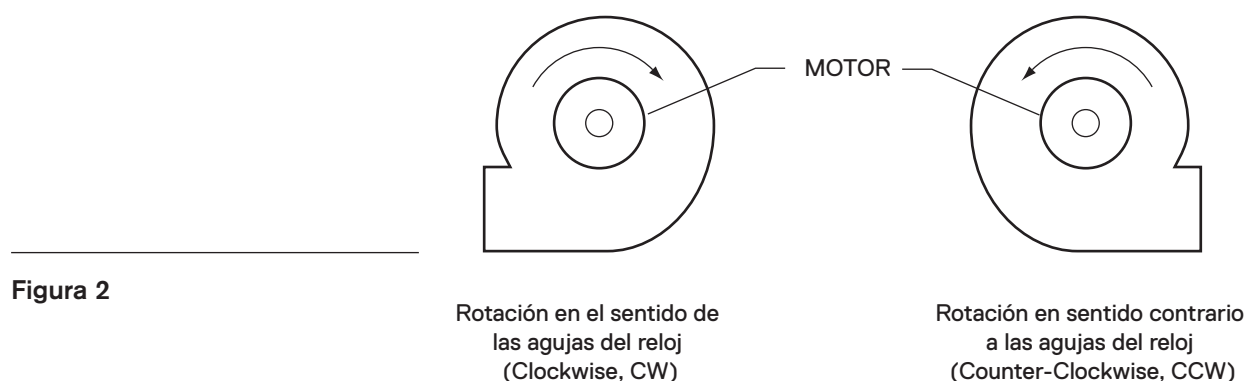

Figura 2
- 14 ☐ ☐ ☐ Encienda momentáneamente el motor del ventilador (arranque por impulso) para verificar que el ventilador gire correctamente. Si el soplador gira en la dirección incorrecta, vuelva a conectar los cables del motor siguiendo el esquema de cableado proporcionado por el fabricante del motor. **El sentido de giro del soplador se determina observándolo desde el lado del motor, NO desde el lado de la entrada.** Después de volver a conectar los cables, repita este paso. Consulte la **Figura 2**.